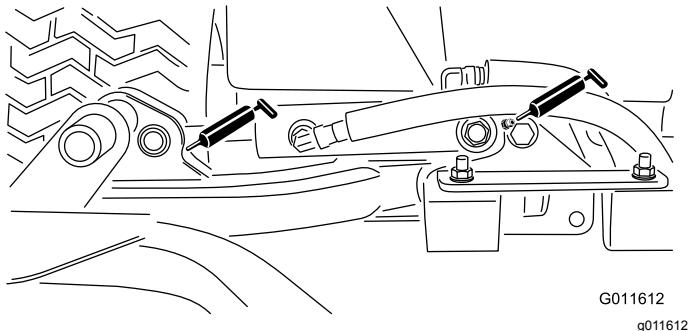

Bild 61
- Hubarmzylinder der Schneideeinheit (2)—Bild 61
- Hubarmgelenke (1)—Bild 61